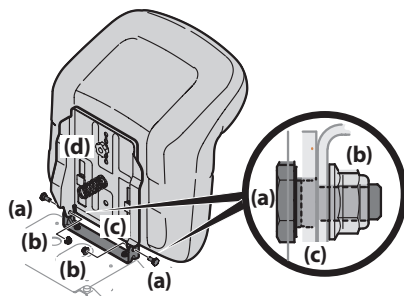

Figura 7
- Ubique el conjunto del asiento sobre el soporte de montaje del asiento, alineando los orificios suministrados. Vea la Figura 7.
- Instale los dos pernos con reborde (a) y las tuercas de seguridad (b) que extrajo del soporte de montaje (c) del asiento en el Paso 1. Consulte la Figura 7.
- Para ajustar la posición del asiento, afloje la perilla de ajuste (d) que están ubicadas en la parte inferior del asiento. Deslice el asiento hacia adelante o hacia atrás, según lo desee. Vuelva a ajustar la perilla de ajuste (d). Consulte la Figura 7.